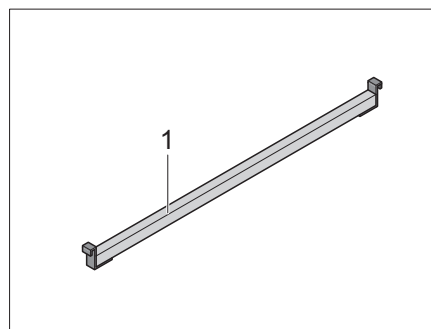

Fig. 58 Listello supplementare
- Inserire il listello supplementare (Fig. 58,1) tra le dinette.